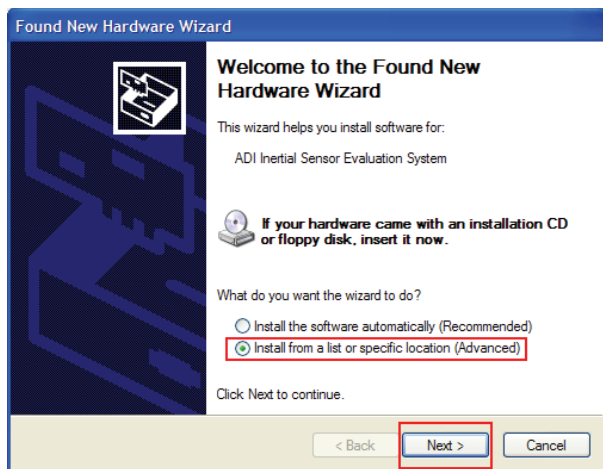

図 2. Found New Hardware プロンプト
2. ドライバをインストールするよう再度求められたら、**Install from a list or specific location (Advanced)** をクリックします (図 2 を参照)。